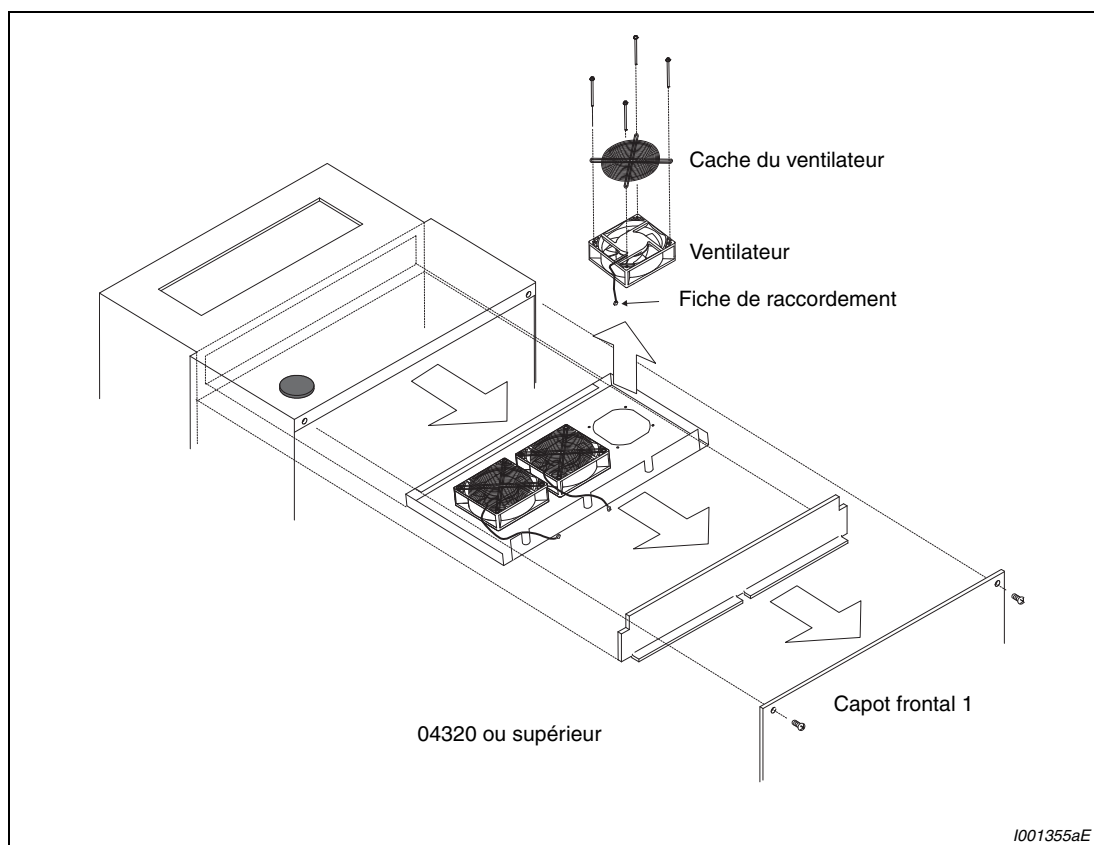

Fig. 8-9 : Démontage du ventilateur de refroidissement
- ② Remontez le ventilateur de refroidissement selon la Fig. 8-9 dans le sens inverse. Posez les fils de raccordement du ventilateur de telle sorte qu'ils ne puissent pas être endommagés par le ventilateur de refroidissement en rotation.